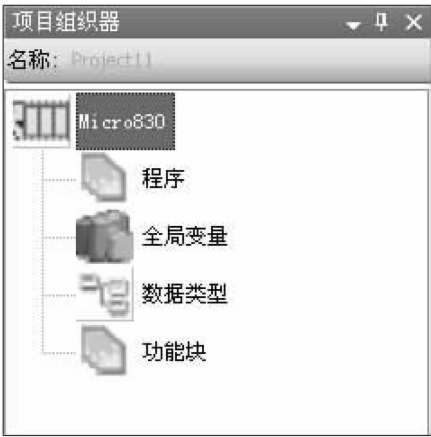

图 5-2 项目组织器窗口
3) 在选定的控制器上双击或者是直接把控制器拖拽到项目组织器，就会在项目组织器上出现如图 5-2 所示的窗口，这样就创建了一个基于 Micro830 控制器的项目。